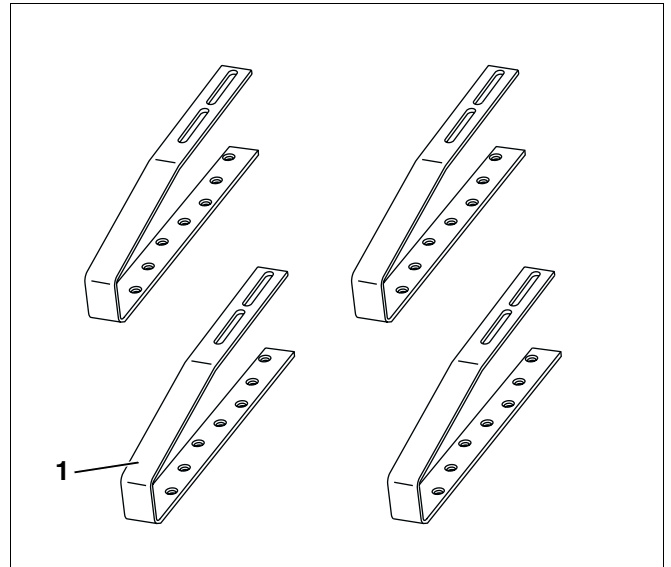

Fig. 8 Juego de montaje para el complemento de los ganchos de tejado especiales, accesorio
4.2.7 Juego de montaje para el complemento de los ganchos especiales de tejado (para cubierta de tejas planas; accesorio; por cada colector) – fig. 8